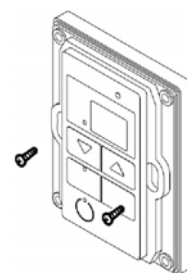

Fig.4
6. Fije el comando remoto a la pared con los tornillos suministrados (Fig.4).